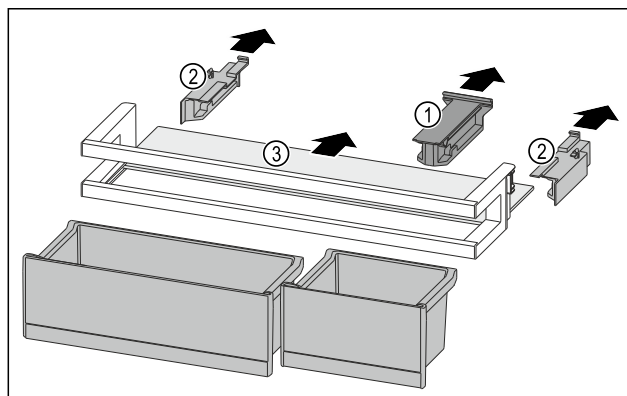

Fig. 242
- ▶ 拉出定位件 Fig. 242 (1)。
- ▶ 拉出侧面部分 Fig. 242 (2)。
- ▶ 取出搁板 Fig. 242 (3)。